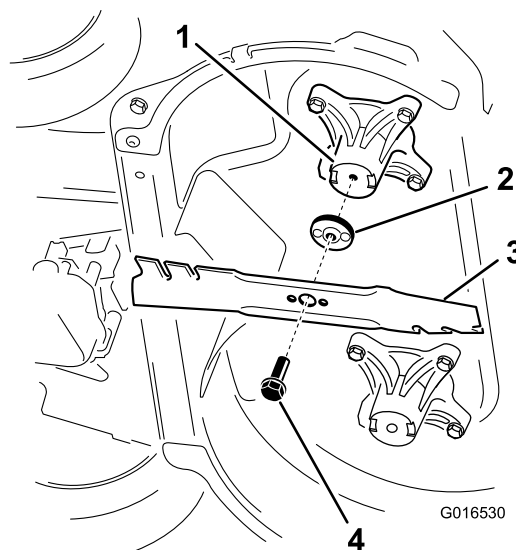

Bild 36
2. Entfernen Sie jedes Messer, siehe Bild 36.
1. Montieren Sie das erste Messer so, dass es horizontal ist, und alle Befestigungen, wie in Bild 36 dargestellt.